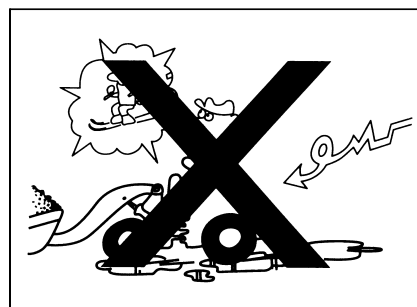

Рис.1-71
- Не обработанное место, или не плоская поверхность дороги, или неаккуратные вещи на дороге иногда вызывают трудное управление рулевым колесом, в последствии чего возникает опрокидывание или другие аварии. Поэтому при движении по вышеуказанным местам необходимо снизить скорость (рис. 1-71).